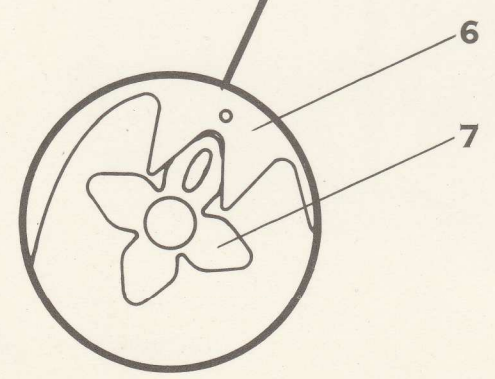

FIG. 10.3
dass das Kupplungssegment 2E8 (pos. 6) in richtigem Eingriff mit der Kupplungstrommel E0-62 (pos. 7) steht. Siehe Fig. 10.3.